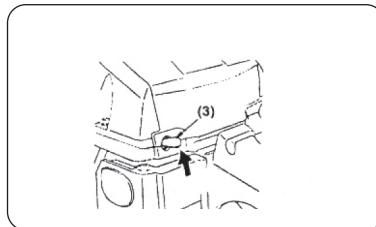

Рис. 7
- Установить переключатель в положение “|” (Рис. 7).